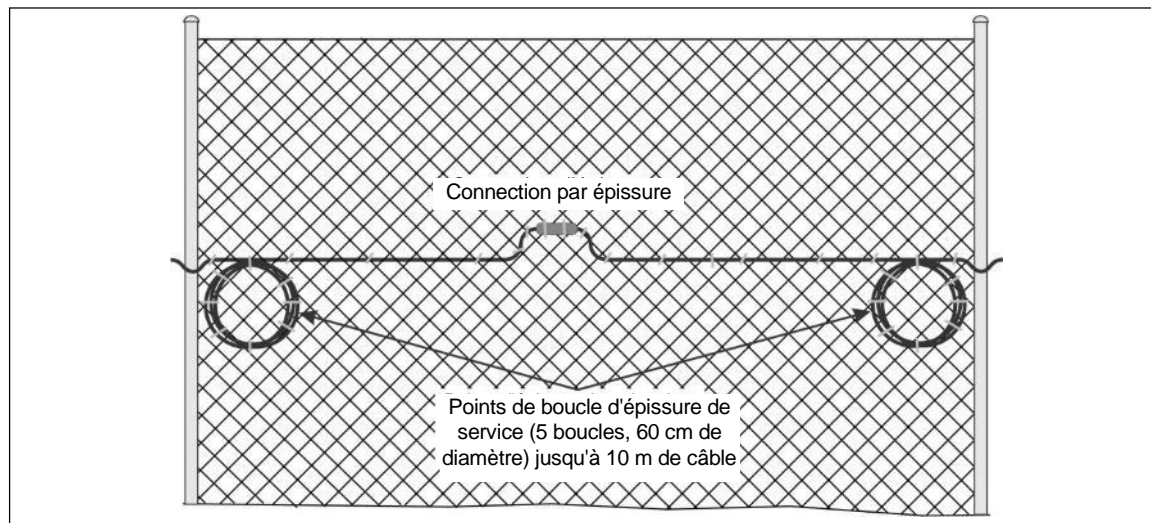

Figure 28 : Exemple de boucle d'épissure
- S'il y a un surplus de câble à l'emplacement d'une épissure, formez des boucles de service d'épissure en créant jusqu'à 5 boucles de câble capteur d'un diamètre de 60 cm (2 pi). Cela permet d'obtenir jusqu'à 10 m de câble capteur de chaque côté de l'épissure, qui peuvent être utilisés pour des réparations futures ou pour des modifications de la disposition du câble capteur. La Figure 28 illustre la configuration recommandée pour les boucles d'épissure.